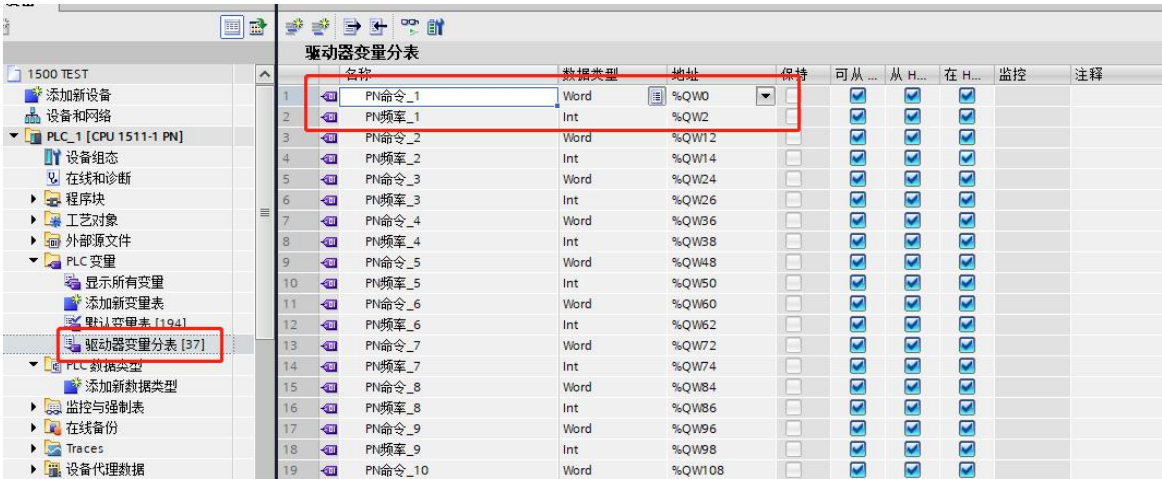

图 30 变量表
1、如图 30 所示：建立变量表，对各 PZD 数据地址进行命名